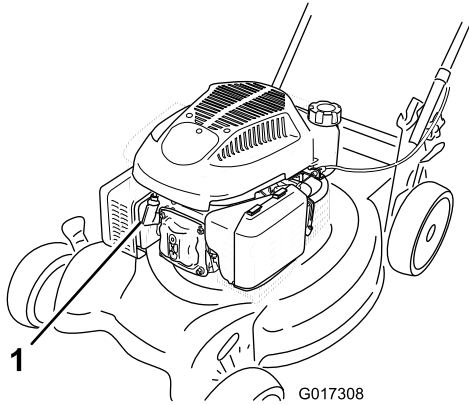

Figura 19
3. Desconecte el cable de la bujía (Figura 19) antes de realizar cualquier procedimiento de mantenimiento.